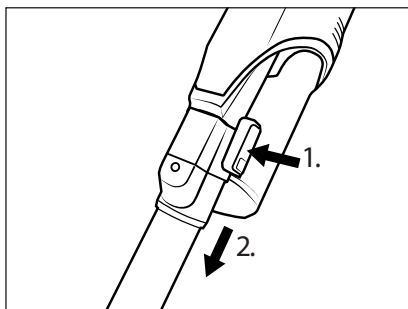

Fig. 11
- ◆ Pour retirer le tube d'aspiration **23** de l'appareil, maintenez la touche de déverrouillage du tube d'aspiration **24** enfoncée et retirez le tube d'aspiration **23** de l'orifice d'aspiration de l'appareil (voir fig. 11).